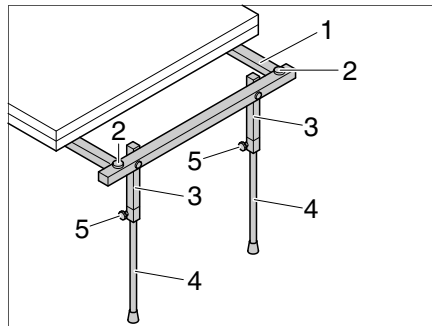

Bild 114 Ställ stöden upprätt
- Dra vid behov ut teleskopstöden (Bild 114,3 und 4) för att stabilisera bordskivan.